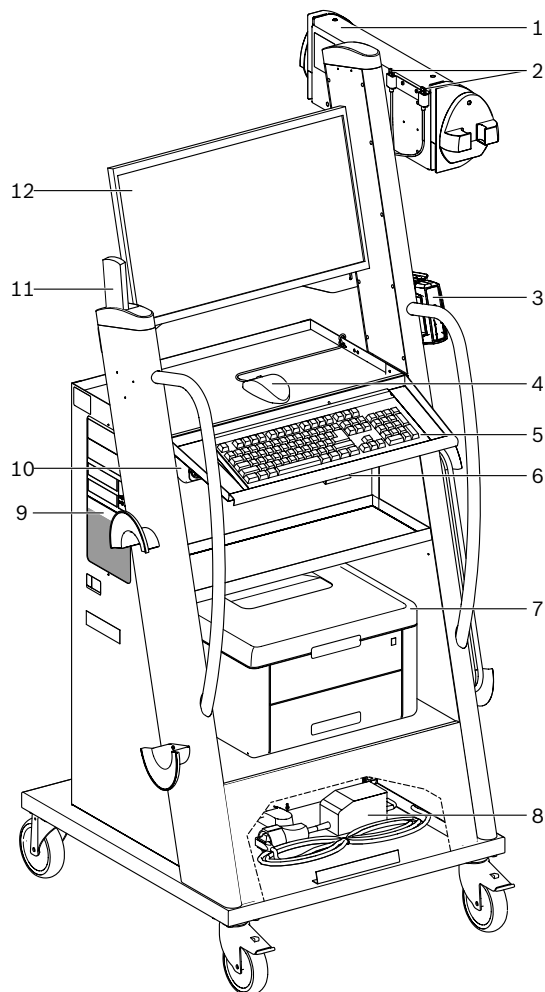
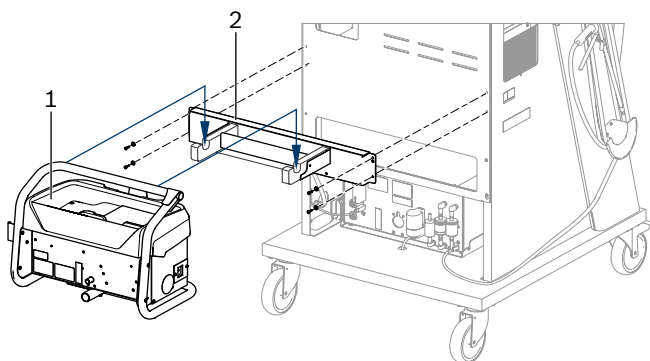

図 1: フロントビュー-FSA 740
図 4: マウントを取り付ける
2. BEA 070 (図 4、位置 2)用マウントをカートに取り付けます。
3. BEA 070(図 4、位置 1)をマウントに取り付け、必要に応じてBEA 070のUSB接続ケーブルをPCフロント側のUSBポート(図 1、項目 9)に挿し込みます。
4. 電源ケーブルをBEA 070およびコンセントバー (図 1、位置 10)に接続します。
7. レーザープリンターの輸送用保護具を付属の説明書の通りに取り外します。レーザープリンター(図 1、位置 7)をカートに配置し接続します。電源ケーブルおよびUSB接続ケーブルはすでにカートに用意されています。
フロントパネルの中央電源スイッチ (図 1、位置 10) でFSA 740をオンまたはオフにします。